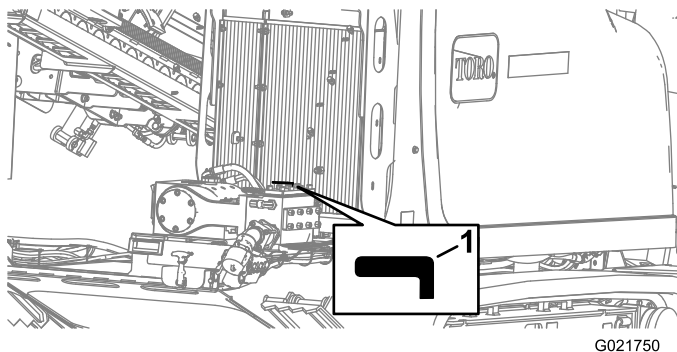

Figure 156
4. Tournez la vanne du fluide de forage en position fermée (Figure 156).